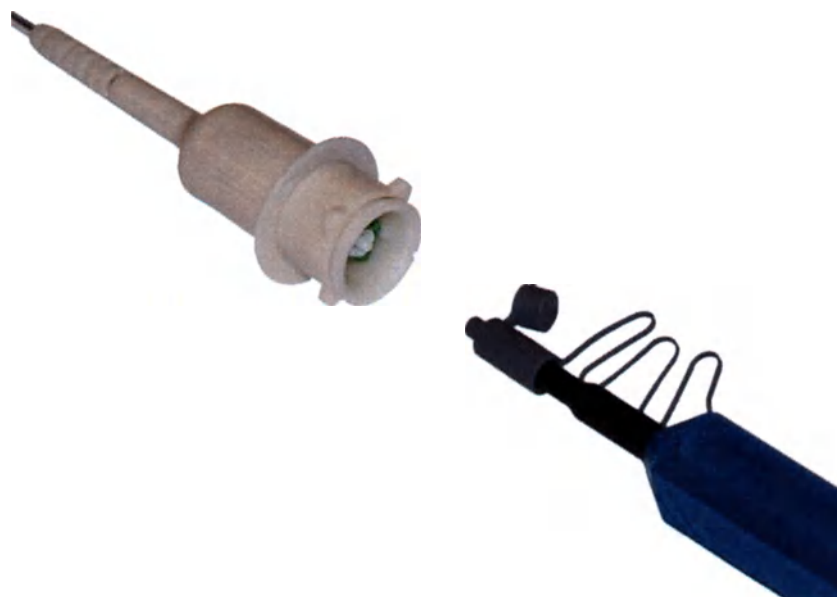

Рисунок 9-2: Вставление очистителя в катетер
10. Откройте размерный колпачок и наденьте его на конец очистителя оптоволоконных коннекторов (см. рис. 9-2).